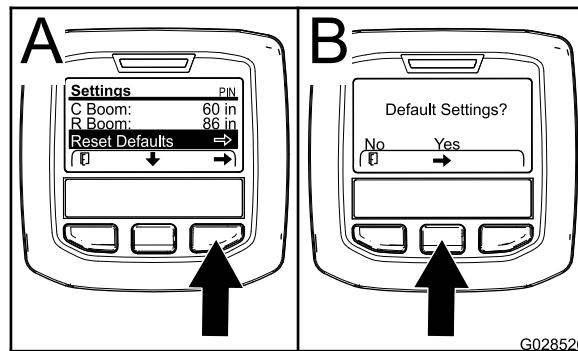

Figura 74
1. Carregue no botão de seleção central para navegar para a introdução da reposição da predefinição (Figura 74).
3. No ecrã de predefinições, pressione o botão de seleção esquerdo para NÃO e o botão de seleção direito para SIM (Figura 74).